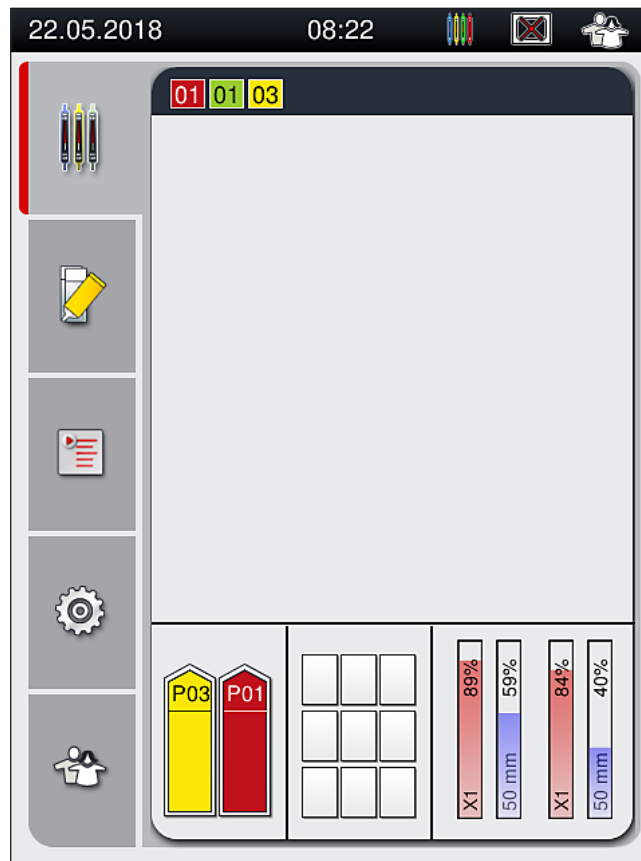

Fig. 73
7. El color del asa detectado se muestra en la indicación de estado de proceso (→ Fig. 73).